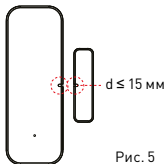

Рис. 5
6.2 **ВНИМАНИЕ!** Метки выравнивания должны располагаться на одном уровне как можно ближе друг к другу, **не дальше 15 мм** (рисунок 5).